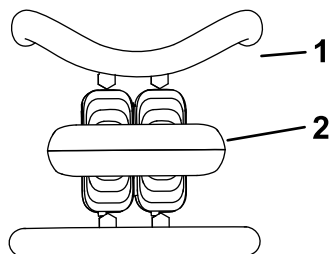

Figura 5
- Para detener la máquina, suelte el control de tracción (Figura 5).